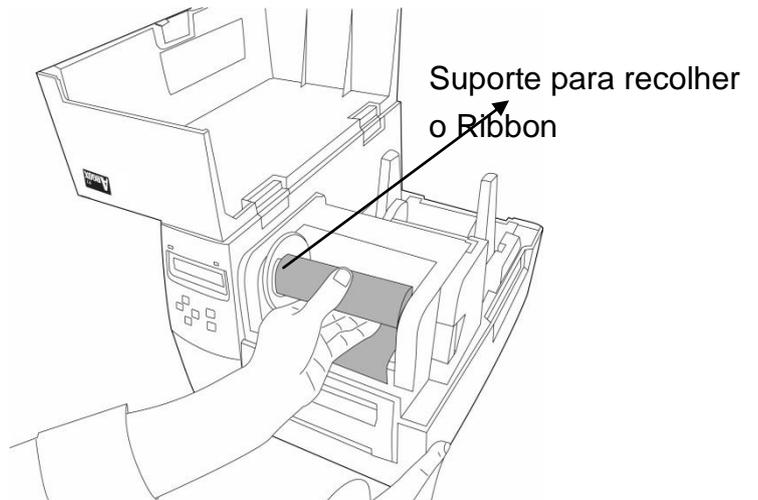

*Figura 6*
66. Insira o rolo de ribbon no suporte de suprimento. Primeiro encaixe o lado direito e em seguida o lado esquerdo. Certifique-se de que o lado revestido do ribbon esteja voltado para baixo. (figura 6)